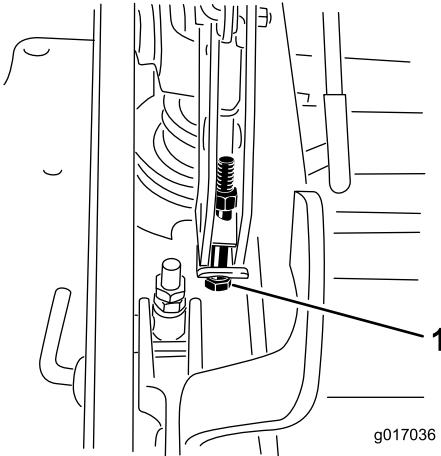

Figure 106
- 11. Si le tablier est trop bas, serrez le boulon de réglage monopoint dans le sens horaire. Si le tablier est trop haut, desserrez le boulon de réglage monopoint dans le sens antihoraire (Figure 106).